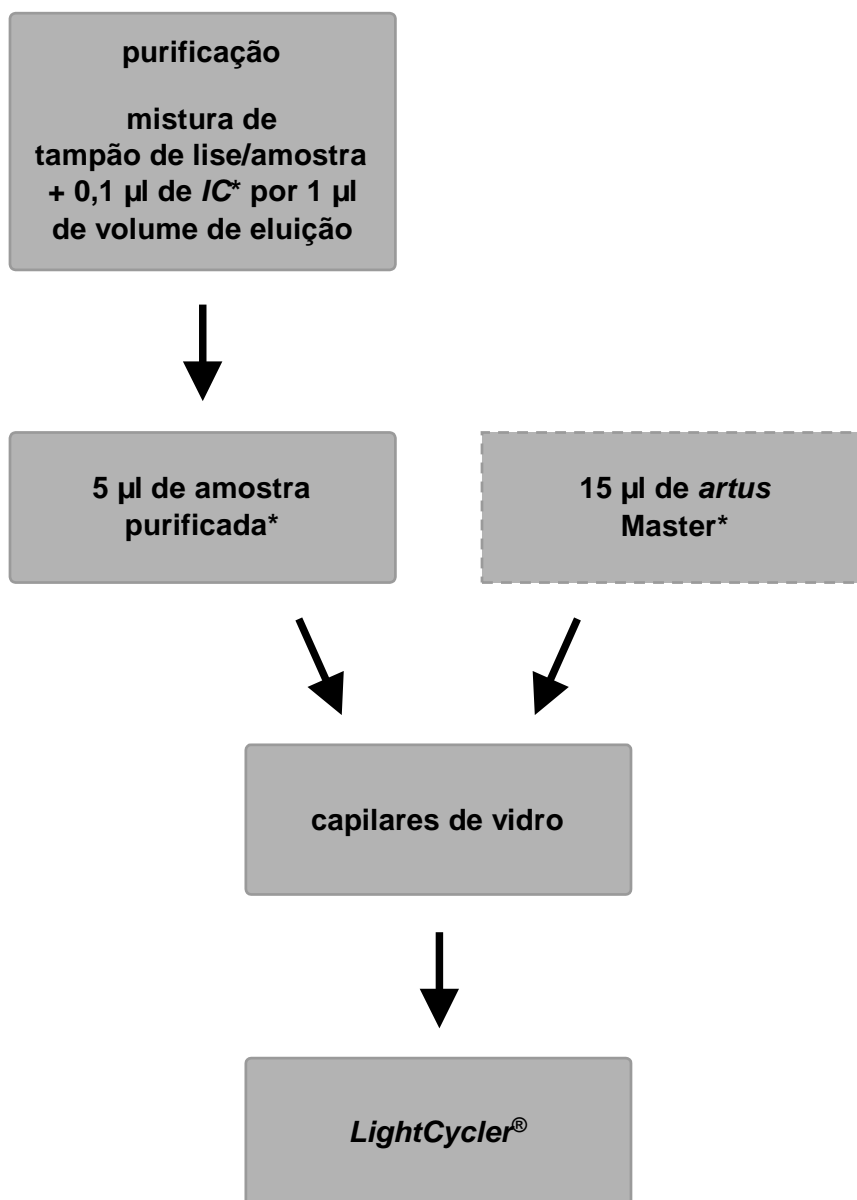

Fig. 1: Fluxo esquemático da operação para o controlo da purificação e da inibição da PCR.
É fornecido um *Controlo interno* (VZV LC IC) com o qual se tem a possibilidade de controlar **não só a purificação do ADN como também uma possível inibição da PCR** (ver Fig. 1) Usando o **EZ1 DSP Virus Kit** para extração, o *Controlo interno* deve ser adicionado de acordo com as instruções no manual *EZ1 DSP Virus Kit Handbook*. Usando o **QIAamp UltraSens Virus Kit** ou o **QIAamp DNA Mini Kit**, adicione o *Controlo interno* numa relação de 0,1 µl por 1 µl do volume de eluição na purificação. Se utilizar, por exemplo, o **QIAamp DNA Mini Kit** e eluir o ADN em 200 µl de tampão AE, então adicionar 20 µl de *Controlo interno*. Se, p. ex., eluir em 100 µl, então adicionar respectivamente 10 µl. A quantidade de *Controlo interno* acrescentada depende **apenas** do volume de eluição. O *Controlo interno* e eventualmente o
8.2 Controlo interno). Neste caso, utilize o seguinte esquema de pipetagem (ver também o esquema reproduzido na Fig. 1):